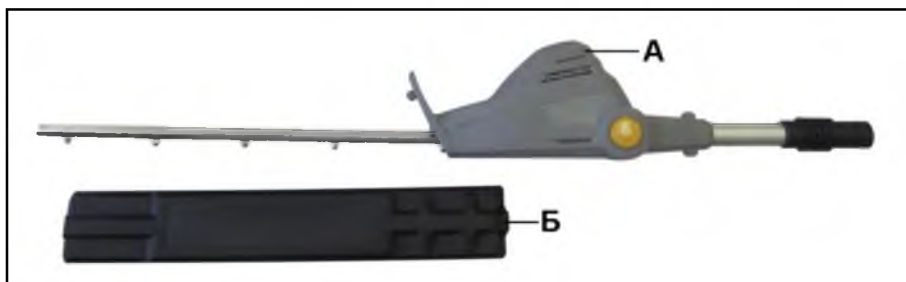

Рис.1.
4.1. Комплектность кустореза представлена в таблице 3 и на Рис.1